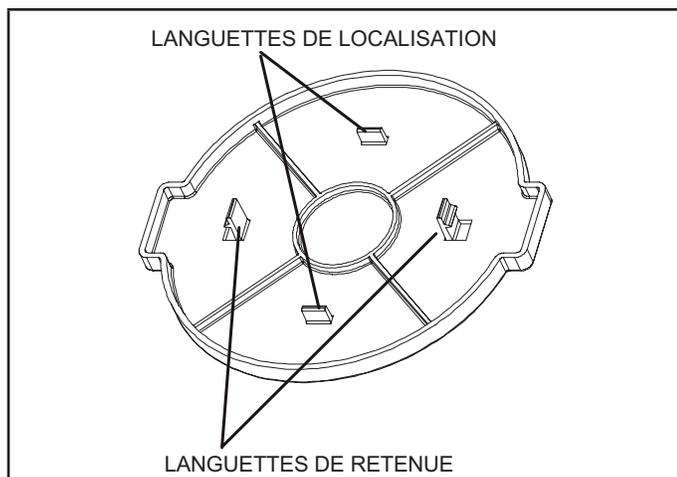

FIGURE 4 Emplacement des languettes du logo
- 3 - Le support du logo comporte deux languettes de positionnement et deux languettes de retenue. Repérez les languettes de retenue qui maintiennent le logo en place (FIGURE 4).